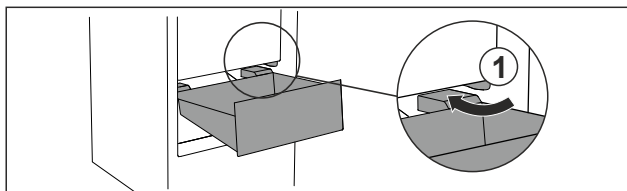

Fig. 78
- Обойдите стопор Fig. 78 (1) выдвижного ящика под наклоном.